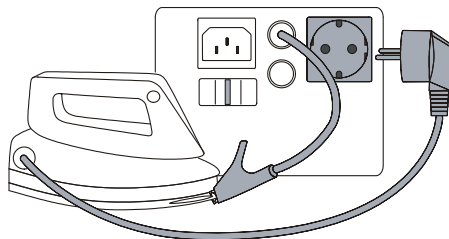

Abbildung 4. Messung des Schutzleiterwiderstandes
- 1  Verbinden Sie den Prüfling und die Messleitung für die Schutzleiterwiderstandsmessung wie auf dem Tester dargestellt, siehe Abb. 4.